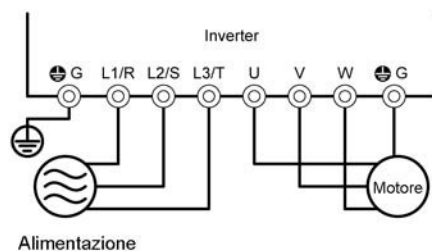

Figura 4.1 Collegamento dei morsetti del circuito principale
- (1) Verificare che il cablaggio sia stato eseguito correttamente.
Controllare in particolare il cablaggio sui morsetti di ingresso dell'inverter L1/R, L2/S e L3/T, oltre che sui morsetti di uscita U, V e W. Verificare inoltre che i cablaggi di messa a terra siano correttamente collegati ai morsetti di terra (G). Osservare la Figura 4.1.
- (2) Verificare che i morsetti del circuito di comando e quelli del circuito principale non presentino cortocircuiti o perdite verso terra.
- (3) Verificare che non vi siano viti, morsetti o connettori allentati.
- (4) Verificare che il motore sia separato dall'apparecchiatura meccanica.
- (5) Verificare che tutti gli interruttori dei dispositivi collegati all'inverter siano aperti. Alimentando l'inverter mentre uno di tali interruttori è chiuso si rischia di provocare un funzionamento imprevisto del motore.
- (6) Verificare di aver adottato tutte le misure di sicurezza per evitare situazioni incontrollate, ad esempio, l'installazione di protezioni per impedire che il personale acceda all'apparecchiatura.